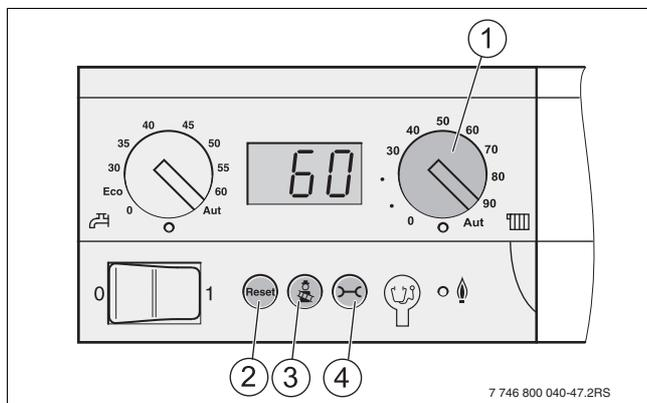

Bild 71 Bedienfeld der Bedieneinheit
- Am Drehschalter „maximale Kesselwassertemperatur“ (→ Bild 71, [1]) die obere Grenztemperatur des Kesselwassers für den Heizbetrieb einstellen (→ Tab. 11).
Die Einstellung am BC10 kann nicht über das Menü eingestellt werden, sondern muss mit dem Drehschalter „maximale Kesselwassertemperatur“ (→ Bild 71, [1]) eingestellt werden.